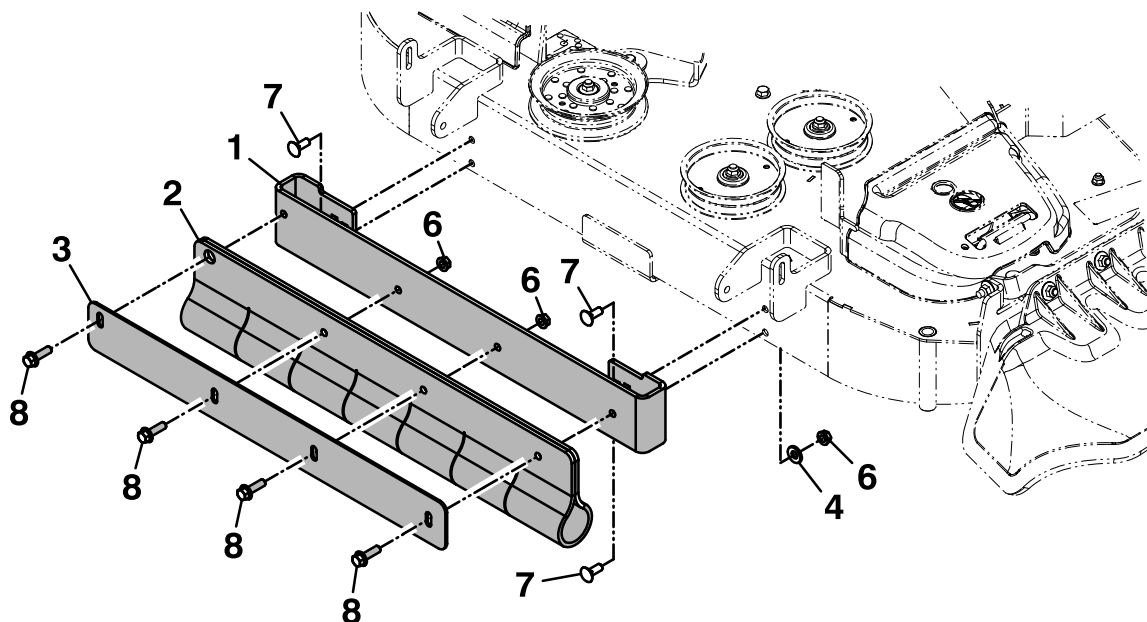
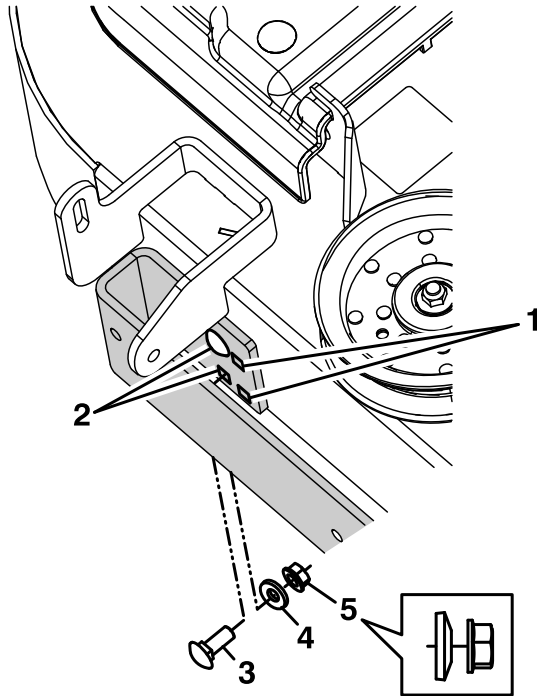

Figure 2
Figure 3
4. Avec quatre vis ($\frac{3}{8}$ po-16 x 1 po), quatre rondelles élastiques et quatre écrous ($\frac{3}{8}$ po), fixez le support du traceur sur le tablier, comme montré à la Figure 2 et la Figure 3.
5. Placez le rabat contre le support du traceur et fixez-le en place avec la barrette et quatre vis ($\frac{3}{8}$ po-16 x $1\frac{1}{4}$ po) et quatre écrous ($\frac{3}{8}$ po). Veillez à placer la tête des vis à l'extérieur du support du traceur, comme montré à la Figure 2.